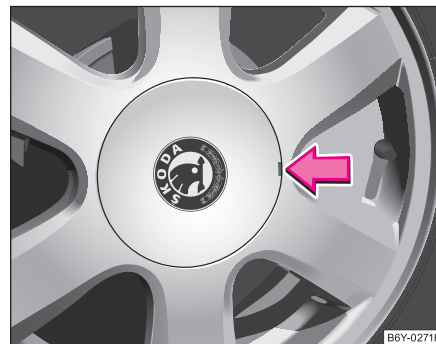

Fig. 158 Retirar los embellecedores de rueda
- Saque el embellecedor de rueda apalancando con cuidado mediante un gancho extractor ⇒ fig. 158. ■